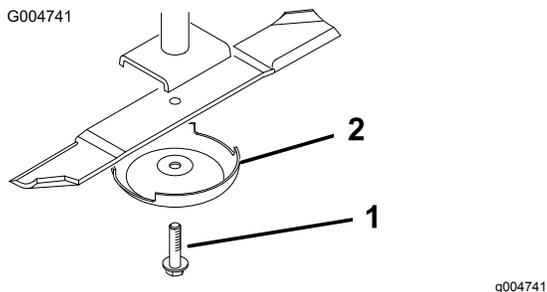

Рисунок 112
3. Снимите болт ножа, защитный колпак и нож с вала шпинделя (Рисунок 112).